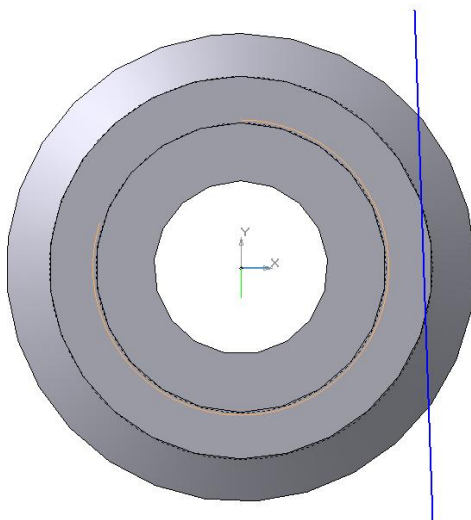

Рис. 24
- Для выполнения призматической поверхности укажите курсором правую торцевую плоскость, ориентация – **Нормально к...** Нажатием кнопки **Эскиз**  перейдите в режим редактирования эскиза и постройте произвольную прямую, рис. 24.